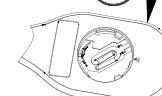

Рисунок 5.
4. Вставьте новую батарею 3,0V DC CR2032. Убедитесь, что батарея вставлена знаком «+» вверх (см. рис. 5).